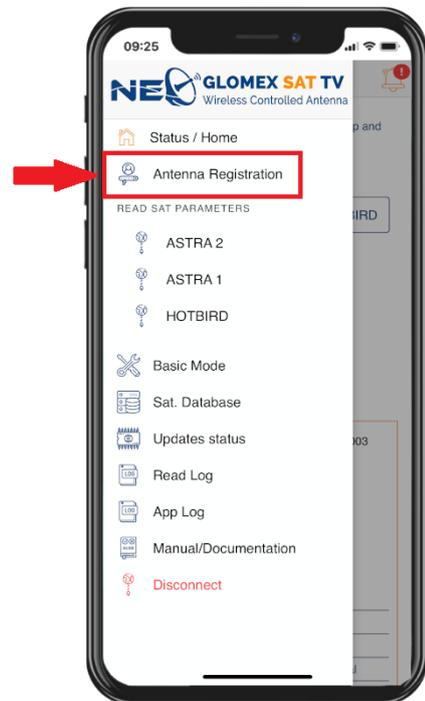

Abb. 46
- Klicken Sie auf "Antenna Registration" (**Abb. 46**).